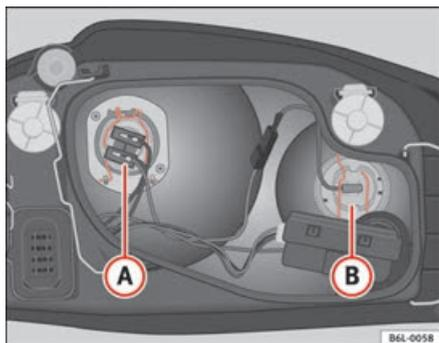

Fig. 154 Lâmpada da luz de máximos
- Retira a ficha do cabo da lâmpada (B) ⇒ fig. 154.